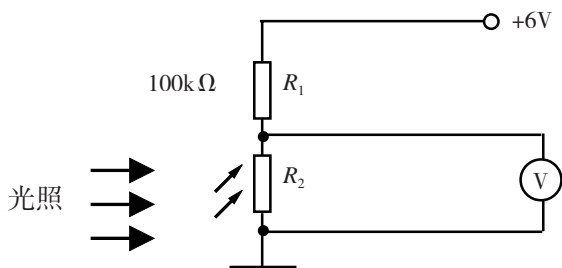
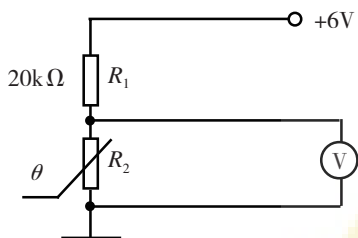

图3-14 光敏电阻的特性测试
图3-15 热敏电阻的特性测试
- (1) 光敏传感器件性能测试（图3-14）。
- ①测量不同光照度条件下，光敏传感器内阻的变化。
- ②写出分析报告。
(2) 热敏传感器性能测试 (图3-15)。
①测量不同温度条件下,热敏电阻阻值的变化,分正温度系数电阻和负温度系数电阻做2次技术试验。②写出分析报告。